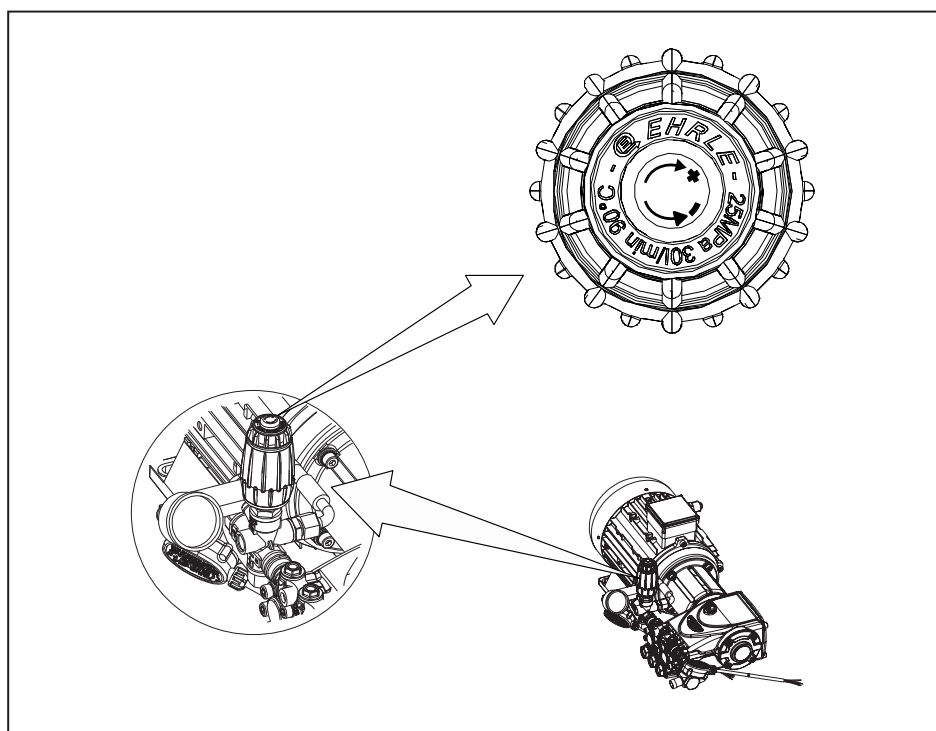

Abb. 6 - 6 Einstellung des Arbeitsdruckes am Druckregelventil
- bei Serie HSC-Elektro den Hauptschalter Start - Stop (1, Abb. 6 - 1) in Stellung 1 bringen
- bei Serie HSC-Elektro FR den Taster Start - Stop (1, Abb. 6 - 1) betätigen. Die Tasterbeleuchtung ist an.
- ▶ Im Schrankinneren den Thermostat (5, Abb. 6 - 4 bei Serie HSC-Elektro bzw. 5, Abb. 6-5 bei Serie HSC-Elektro FR) auf gewünschte Temperatur einstellen.
- bei Serie HSC-Elektro den Hauptschalter Heißwasser (2, Abb. 6 - 1) in Stellung 1 bringen
- bei Serie HSC-Elektro FR den Taster Heißwasser (2, Abb. 6 - 1) betätigen. Die Tasterbeleuchtung ist an.
toleranz am Manometer (2, Abb. 6 - 4 bei Serie HSC-Elektro bzw. 2, Abb. 6-5 bei Serie HSC-Elektro FR) abgelesen werden.
Das Druckregelventil im Uhrzeigersinn drehen bewirkt das Erhöhen des Arbeitsdrucks und eine größere Fördermenge (siehe auch Abb. 6 - 6). Drehen gegen Uhrzeigersinn bewirkt niederen Arbeitsdruck und kleinere Fördermenge.
- bei Serie HSC-Elektro siehe 4, Abb. 6 - 4